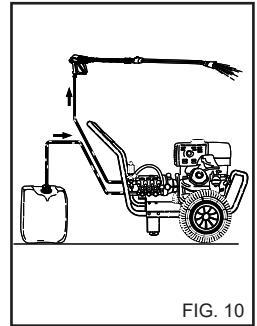

FIG. 10
1) Etter bruk med vaskemiddel må du skylle oppsugingskretsen. Stikk oppsugingsslangen for vaskemiddel (fig. 10) inn en beholder med rent vann og sett i gang pumpen i 1 minutt med doseringskranen helt åpen og lansens i utførselsmodus.
4) Etter bruk med vaskemiddel må du skylle oppsugingskretsen. Stikk oppsugingsslangen for vaskemiddel (fig. 10) inn en beholder med rent vann og sett i gang pumpen i 1 minutt med lansen i utførselsmodus.